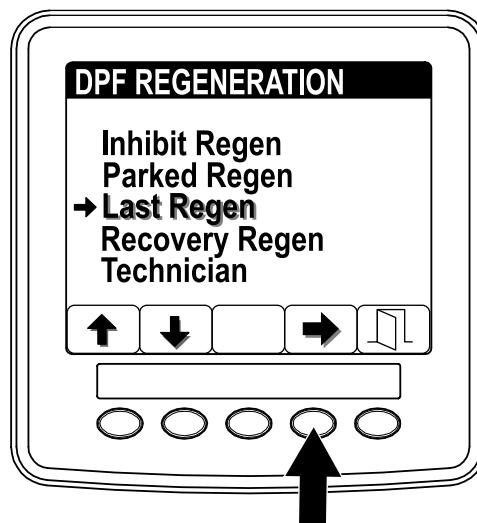

Bild 36
1. Öffnen Sie das Menü „DPF Regeneration“ und drücken Sie die Tasten 1 oder 2, um auf die Option LAST REGEN zu navigieren (Bild 36).
2. Drücken Sie Taste 4, um den Eintrag „Last Regen“ auszuwählen (Bild 36).